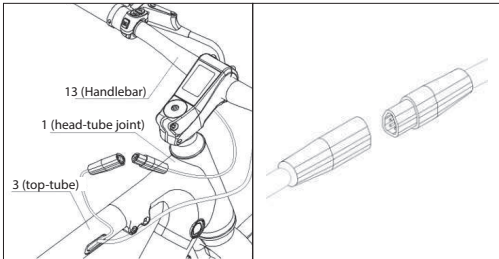

Figuur 1-5
- Duw de stuurhendels naar links en rechts om ze te centreren; draai ze iets zodat de remhendels naar beneden zijn gericht. Draai vervolgens de schroeven geleidelijk aan in een A-B-C-D volgorde, zoals getoond in [Figuur 1-5].